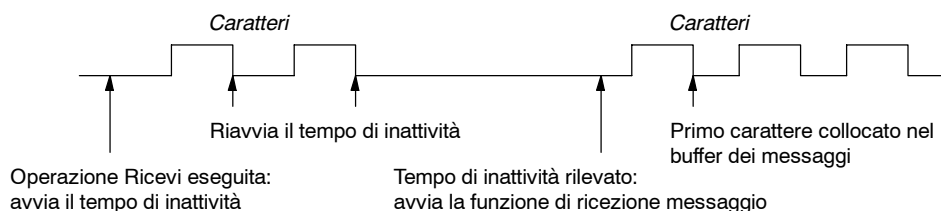

Figura 6-11 Utilizzo della funzione di rilevamento del tempo di inattività per l'avvio dell'operazione Ricevi
1. **Rilevamento di linea inattiva:** la condizione di Linea inattiva è definita come un tempo di quiete o inattività della linea di trasmissione. La ricezione ha inizio quando la linea di trasmissione è stata inattiva per il numero di millisecondi specificato in SMW90 o SMW190. Quando nel programma viene eseguita l'operazione Ricevi, la funzione di ricezione messaggio avvia la ricerca della condizione di linea inattiva. Se vengono ricevuti dei caratteri prima che termini il tempo di linea inattiva, la funzione di ricezione messaggio li ignora e riavvia il temporizzatore di linea inattiva con il tempo specificato in SMW90 o SMW190 (vedere la figura 6-11). Allo scadere del tempo di linea inattiva la funzione memorizza nel buffer dei messaggi i successivi caratteri ricevuti.